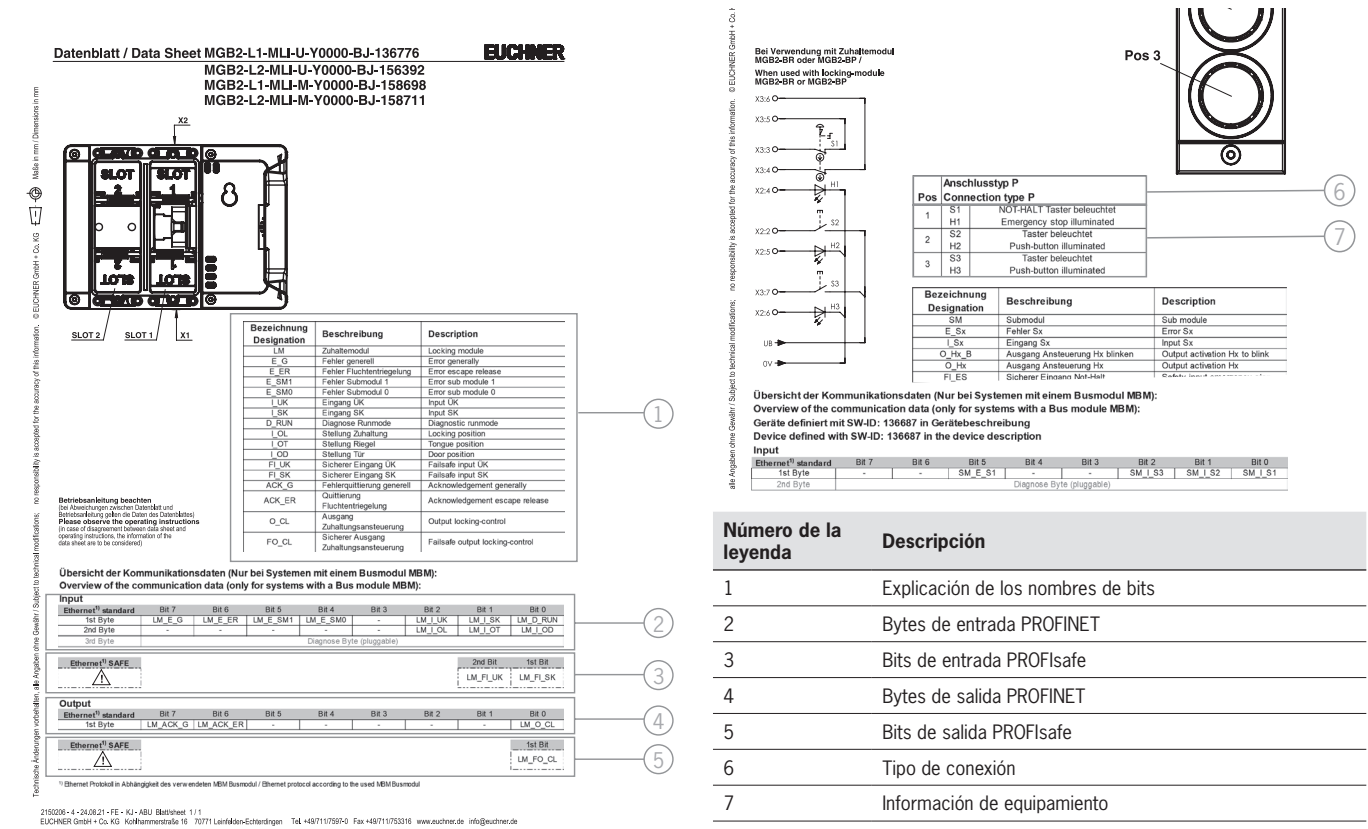

Fig. 3: Ejemplo de ficha de datos de un módulo de bloqueo (izquierda) y un submódulo (fragmento, derecha)
Las abreviaturas se explican en las tablas siguientes. Encontrará una explicación detallada de cada uno de los bits en la ficha de datos complementaria (véase pos. 1 en la Fig. 3 en la página 27).